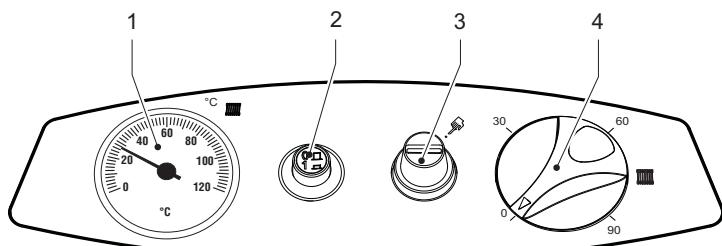

fig. 1 - Bedieningspaneel modellen ATLAS 32-78
- B** Ενεργοποίηση του θερμοστάτη ασφαλείας όταν η θερμοκρασία του λέβητα υπερβαίνει μια καθορισμένη τιμή, με αποτέλεσμα οι συνθήκες λειτουργίας να είναι επικίνδυνες. Για να αποκατασταθεί η λειτουργία, ξεβιδώστε την τάπα 3 του fig. 1 και πατήστε το μποτόνι επαναφόρδας.
Druk op knop 2 van fig. 1 om ketel en brander te voeden. Raadpleeg voor de werking van de brander de betreffende handleiding.
Voor korte onderbrekingen drukt u op knop 2 van fig. 1 op het bedieningspaneel en zet u hem in stand "0". Wanneer de ketel langere tijd niet gebruikt wordt, moet u niet alleen knop 2 indrukken, maar tevens de brandstofafsluitklep dichtdoen. Om vorstschade te voorkomen wanneer de ketel in de winter langere tijd niet gebruikt wordt moet de verwarmingsinstallatie met een speciale antivriesvloeistof gevuld worden of volledig afgetapt worden.
De gewenste temperatuur in de installatie instellen met de regelthermostaat 4 van fig. 1.